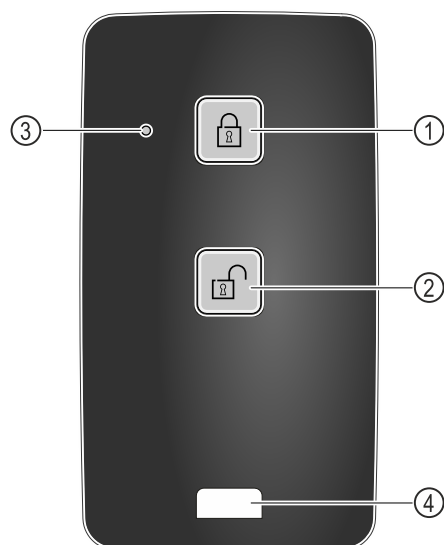

Fig. 212
- (1) Luku lukustamine
- (2) Luku lahtilukustamine
- (3) Oleku-LED
- (4) Kinnitusaas
- ▶ Vajutage kaugjuhtimispuldil klahvi Fig. 212 (1).
- ▶ Vajutage kaugjuhtimispuldil klahvi Fig. 212 (2).
- ▶ Oleku-LED Fig. 212 (3) annab klahvivajutuse korral visuaalse tagasiside.
- ▶ Aas Fig. 212 (4) kaugjuhtimispuldi kinnitamiseks, näiteks võtmekimbu külge.